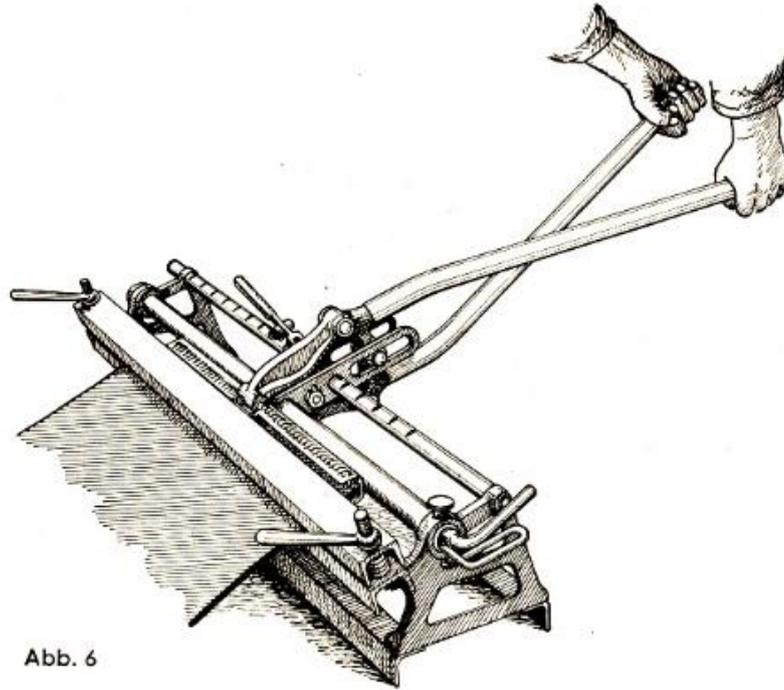

Abb. 6
15. Mäßiges Eindrücken der Haken mit der Preßzange (etwa 5—8 mm tief), von rechts beginnend, über die ganze Bandbreite (Vorpresse) (Abb. 6); Abreißen des Kartonstreifens